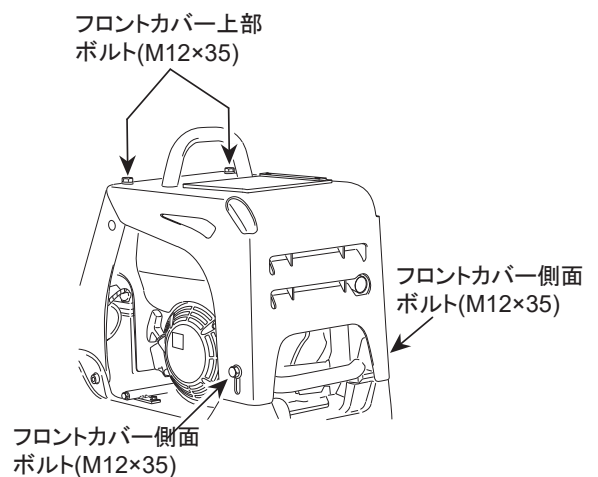

図 22
1. フロントカバー上部のボルト(M12×35)2本を取り外し、前部両側のボルト(M12×35)2本をゆるめます。両側のボルトは支点になるので外さないでください。(図22)
4. 作業終了後は、フロントカバーをゆっくりと元の位置に戻します。取付けボルトはロックタイトを塗布してからトルク表にしたがって締め付けてください。(図22)